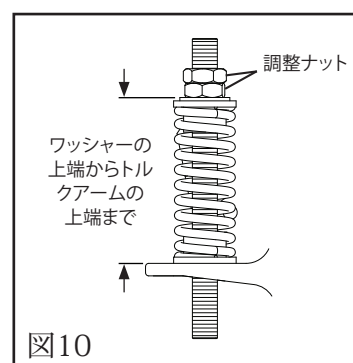

図10
16. 適切なブレードテンションに調整します。ピボットシャフトブラケットにある表(または下の表)を参照し、ベルト幅に必要なスプリングの長さを設定します。ピボットアームをポールに近いトルクアームスロットの端に軽く引き寄せ、必要なスプリングの長さになるまで調整ナットを回します。(図10)一番上の調整ナットを締め付けます。